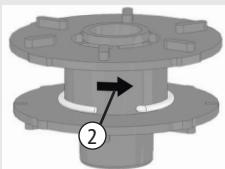

Fig. 12
Enrole o fio no sentido indicado pela seta do carretel (2), [Fig. 12] o mais uniforme possível, obedecendo a metragem máxima recomendada de 8 metros.